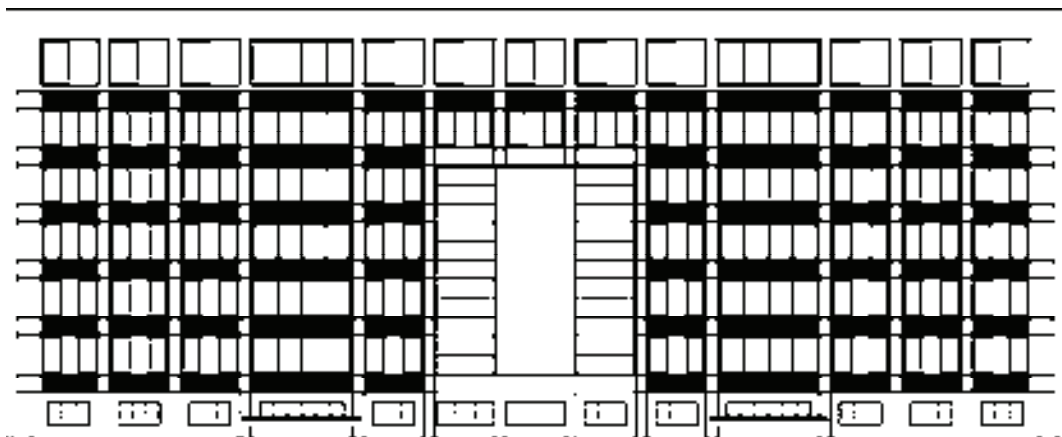

图 15-156 绘制不锈钢管
25) 绘制不锈钢管。调用“矩形”命令、“复制”命令，绘制并复制矩形，结果如图 15-156 所示。